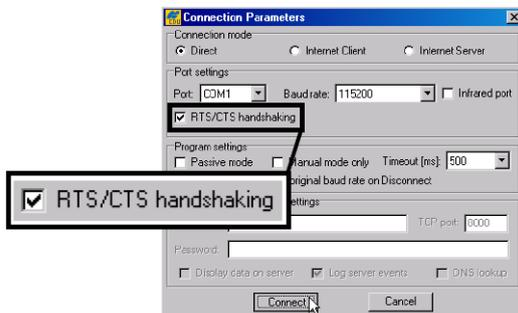

Figura 5-9. Parametri di collegamento - RTS/CTS Handshaking
2. Aprire PC-CDU. Nella finestra di dialogo *Connection Parameters*, abilitare *RTS/CTS handshaking* e fare clic **Connect** (Figura 5-9).